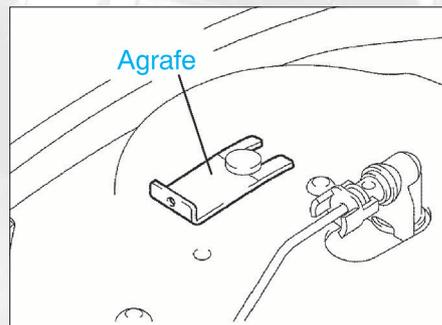

FIG. 22
- Sur les cylindres, débrancher les tuyaux de commande de hauteur (fig. 22).